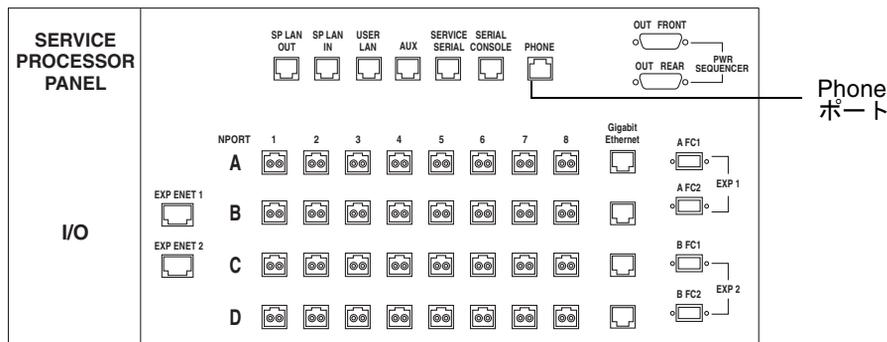

図 2-22 Remote Response サービスの接続
1. 発信機能を持つ専用のアナログ電話回線を接続します。ベースキャビネットのサービスパネル上の Phone ポートに電話回線を接続します (図 2-22)。